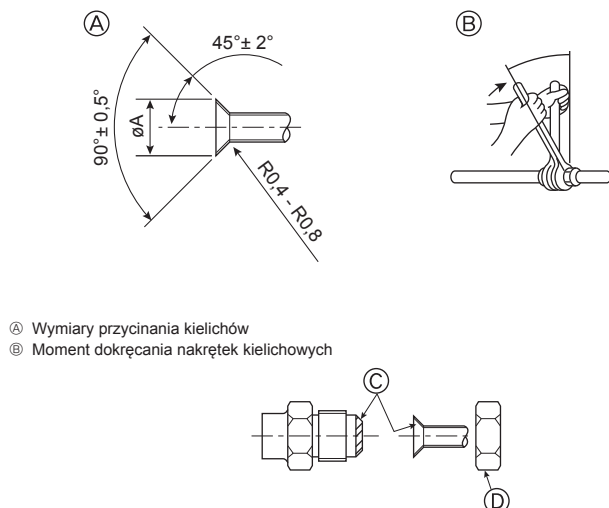

Fig. 4-8
Ⓐ (Fig. 4-8)
Ⓑ (Fig. 4-8)
4.2. Łączenie rur (Fig. 4-8)